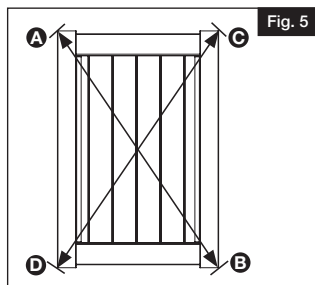

Fig. 5
Ensure the door is square. Measure diagonally from top of left corner rail (A) to bottom of right corner rail (B) and note the length. Then, measure diagonally from top of right corner rail (C) to bottom of left corner rail (D). Note the length. Make sure both measurements are the same before installing screws into uprights (Fig. 5)
S'assurer que la barrière est d'équerre. Mesurer en diagonale à partir du coin gauche de la traverse supérieure (A) jusqu'au coin droit de la traverse inférieure (B). Noter cette mesure. Puis, mesurer en diagonale à partir du coin droit de la traverse supérieure (C) jusqu'au coin gauche de la traverse inférieure (D). Noter cette mesure. S'assurer que ces deux mesures sont identiques avant de fixer les vis dans les montants (Fig. 5).
Asegurarse de que la puerta esté cuadrada. Medir en diagonal desde la esquina superior izquierda del travesaño (A) hasta la esquina inferior derecha del travesaño (B) y anotar la longitud. A continuación, medir en diagonal desde la esquina superior derecha del travesaño (C) hasta la esquina inferior izquierda del travesaño (D). Anotar la longitud. Comprobar que las medidas sean iguales antes de instalar los tornillos en los montantes (Fig. 5).